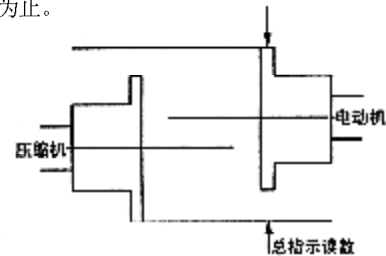
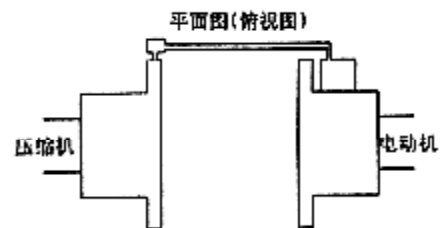
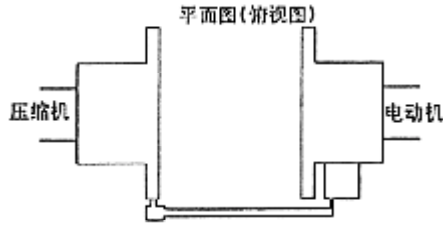

图4-平行校准
图5-固定后的刻度指示器(在时针9点位置)
图6- 刻度指示器(在时针3点位置)
(6) 欲检验平行度校准,如图4所示,重新定位刻度指示器,使转柄与压缩机轮毂的边缘接触,如图5所示。校验刻度指示器,确保指示器转柄轻微受力,以允许在两个方向上运动。
(7) 当在时钟12点位置上观察时,通过把刻度指示器调到零位来检验平行高度偏差。一起转动两个联轴器轮毂180°(时钟6点位置),在这个位置,刻度指示器将会显示二倍于平行高度偏差的数值。
(8) 松开电动机地脚螺栓,增加或移去四个电动机地脚下的垫片,直到地脚螺栓重新固定后,平行高度偏差在规定的允许值之内为止。
(9) 在平行高度偏差已在允许值内时,重复步骤1-5,直到角度误差在规定的允许值内时为止。
(10) 用定位刻度指示器检验平行侧边偏差,使转柄与机轮毂边缘相接触,其位置为时钟3点位置,如图6所示。把指示器调零,同时转动两个联轴器轮毂180°(时钟9点位置),如图5所示。